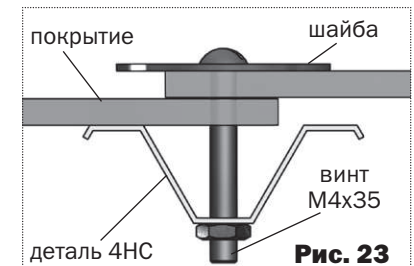

Рис. 23
8. Вначале, установите один лист так, чтобы его края легли на детали **4НС** (**рис.23**). Закрепите нижние края на деталях **1** винтами с шайбами, кроме деталей по краям листа. Затем установите другой лист внахлест с первым, установив винты с шайбами в местах нахлеста листов в соответствии с **рис.23**. В последнюю очередь установите винты с шайбами на крайние дуги **4НК** и **4ВК** и крайние детали **1**.